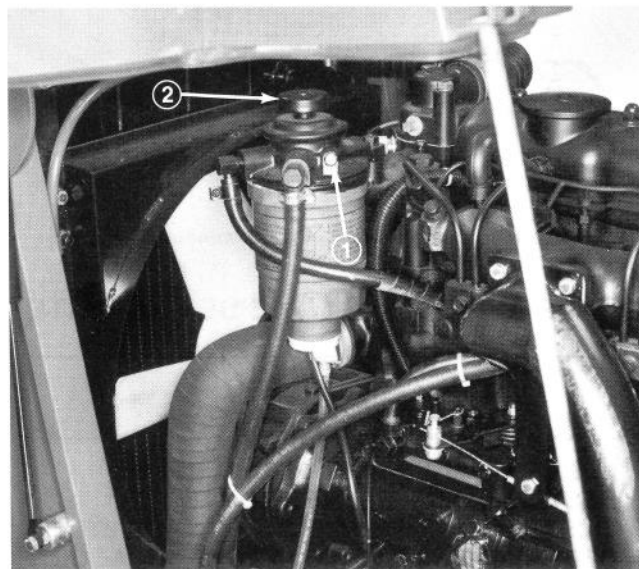

Figure 13
2. Desserrer d'un tour le bouchon de vidange du filtre à carburant (Fig. 13). Enfoncer le piston d'amorçage (Fig. 13) jusqu'à ce que le carburant s'écoule régulièrement par l'orifice du bouchon. Lorsque le carburant ne mousse plus, serrer le bouchon pendant la course descendante du piston d'amorçage. Essuyer le carburant qui aura coulé.